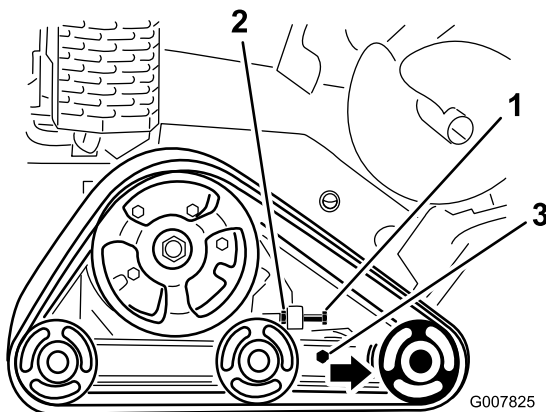

Figura 47
3. Allentate il controdado sul bullone di tensionamento dei cingoli e i bulloni del serrafilo sul braccio di tensione (Figura 47).
4. Serrate il bullone di tensionamento a un valore compreso tra 32,5 e 40,7 Nm per stringere il cingolo (Figura 47).
4. Allentate il bullone di tensione e il controdado (Figura 47).
5. Allentate i bulloni serrafilo (Figura 47).